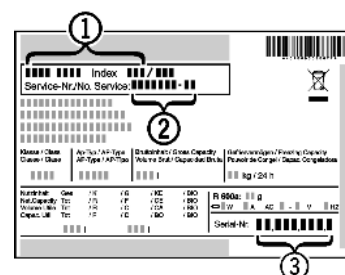

Fig. 20
- Назва пристрою *Fig. 20 (1)*, сервісний номер *Fig. 20 (2)* та серійний номер *Fig. 20 (3)* вказані на заводській табличці. Заводська табличка знаходиться всередині пристрою, зліва.